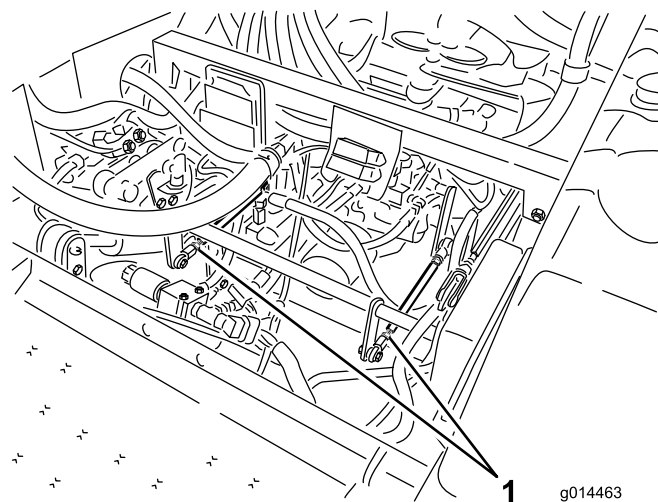

図 46
- 左後タイヤが回転している場合には、左側トランスミッション・コントロールロッドのジャムナットをゆるめる (図 46)。